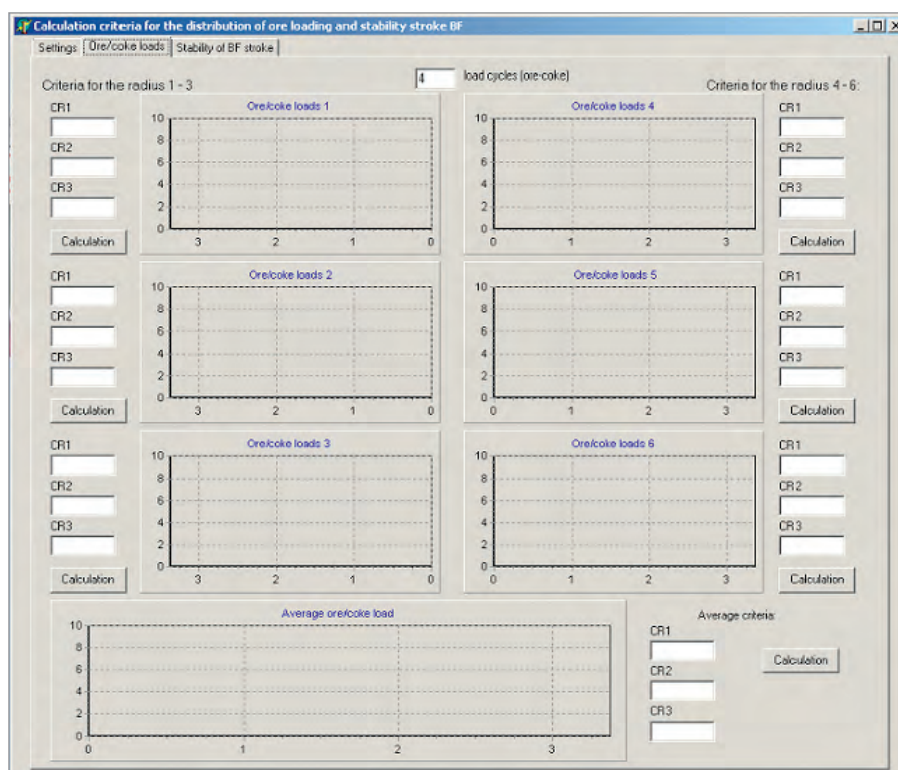

Рис. 18. Вид окна рудной нагрузки и критериев CR программы расчёта критериев распределения рудной нагрузки и стабильности хода доменной печи
Второй экран — «Рудная нагрузка». На этом экране на основе данных о профилях загрузок производится расчёт критериев распределения (CR) по рудным нагрузкам определённых кольцевых зон и строятся графики рудных нагрузок для заданного количества циклов загрузки (руда—кокс). Пример этого окна показан на рис. 18.